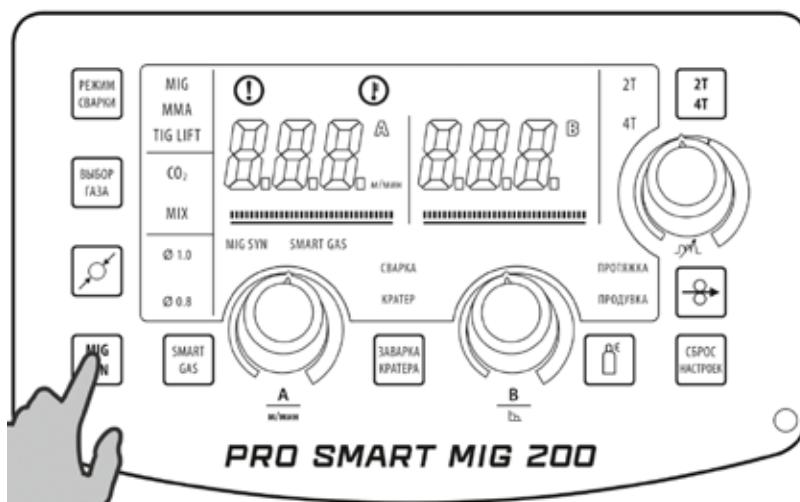

Рис. 8.6.2. Выбор режима MIG SYN.
2. Выберите режим MIG SYN (см. рис. 8.6.2), кнопка включения синергетического режима – см. табл. 7.0.2. поз. 5.